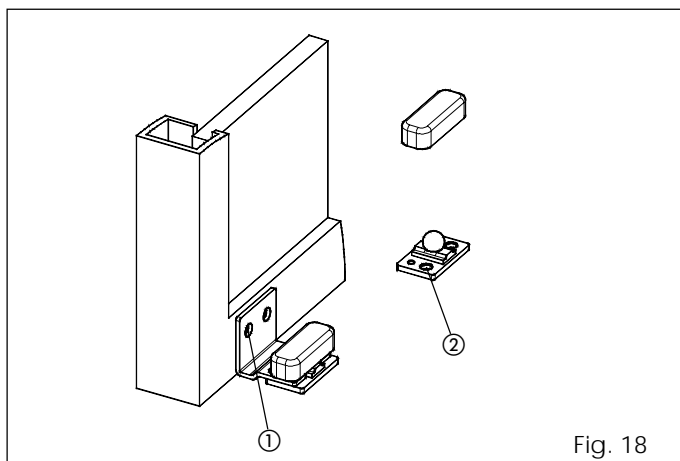

Fig. 18
• Fije los patines como se indica en la fig. 18 ref. ①.
• Fije directamente el patin al pavimento, como se indica en la fig. 18 ref. ② utilizando tacos y tornillos adecuados.